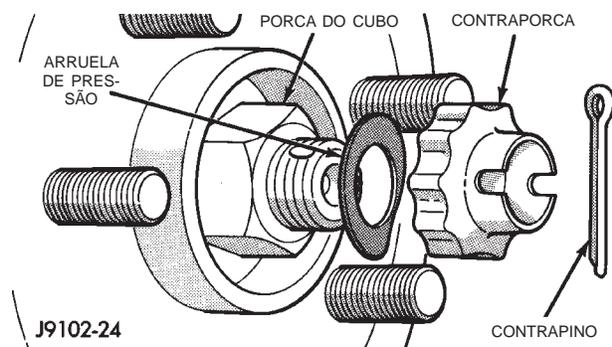

Fig. 2 Remoção do Contrapino, Contraporca e Arruela de Pressão
(1) Remova o contrapino, a contraporca e a arruela de pressão do eixo curto (Fig. 2).